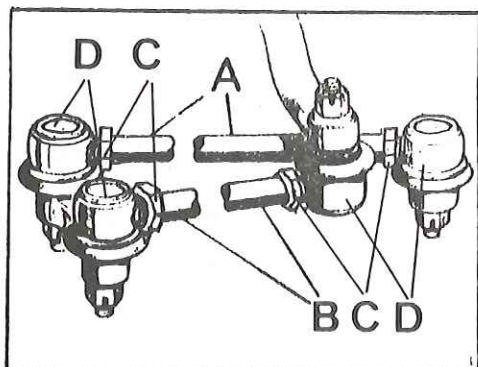

Fig. G-8 Ajuste de las rótulas
- 2.1. Aflojar las contratuercas, C (Fig. G-8), de las rótulas D, en cada extremo - de la barra de acoplamiento.
- 2.5. Asegurar la barra, A (Fig. G-8) a las rótulas, D, con las contratuercas, C.